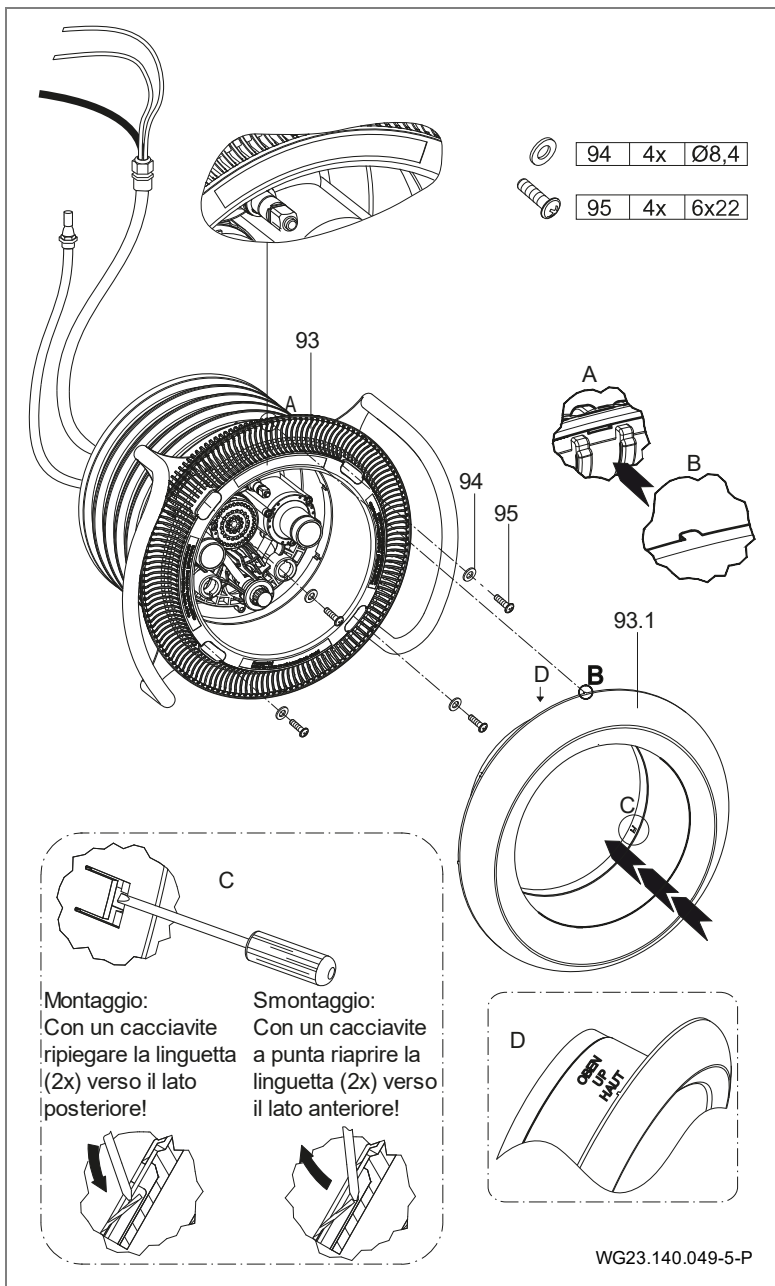
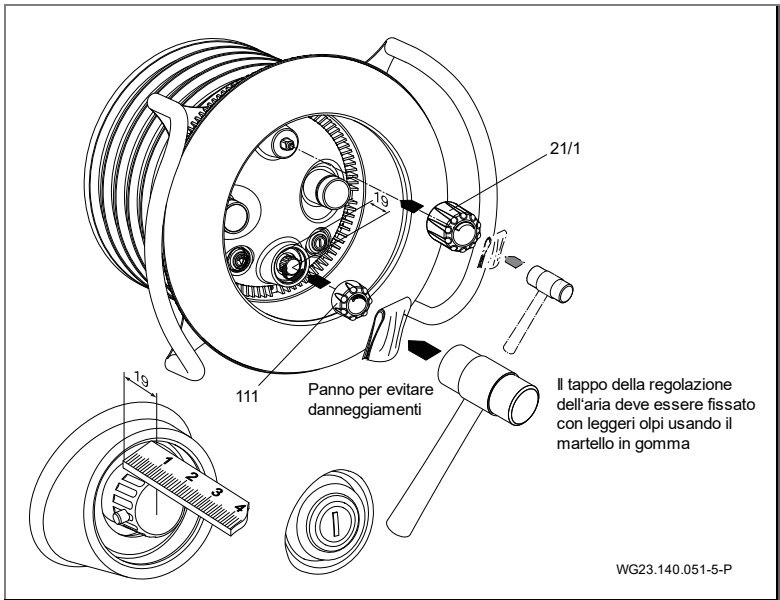

Fig. 19
Fig. 21
7. Posizionare l'intero alloggiamento degli ugelli (102.1) sulla corpo da murare (1) e fissare le dieci viti autofilettanti premontate (61). (Fig. 19)
8. Primavera: Calzare rispettivamente un O-ring (37) sui pulsanti pneumatici (38/1; 38/2). Fissare i tubi flessibili pneumatici ai rispettivi pulsanti utilizzando allo scopo le fascette stringitubo (46). Inserire entrambi i pulsanti
Primavera Deluxe: Pressare con cautela i pulsanti piezoelettrici con due O-ring montati nelle relative sedi premontate sull'alloggiamento degli ugelli. Se necessario, utilizzare vaselina. (Fig. 19)
9. Applicare la copertura di aspirazione (93) sull'anello elastico (28) e fissarla con le quattro rondelle (94) e le quattro viti autofilettanti (95). (Fig. 19)
11. Centrale la copertura della luce (110) sull'alloggiamento degli ugelli (102.1) e fissarla con le quattro viti autofilettanti (112). (Fig. 21)
1. Sfilare il coperchio per la regolazione della portata (21/1) e dell'aria (111). Nella versione BADU JET Primavera Deluxe si deve allentare la vite senza testa prima di staccare il cappuccio. Vedere "Fig. 21".
2. Allentare le viti autofilettanti (112) e rimuovere la copertura della luce (110).
3. Piegare in avanti le due linguette della copertura di acciaio inox e rimuovere la copertura. Vedere "Fig. 19".
4. Allentare le viti autofilettanti (95) e rimuovere la mascherina/copertura di aspirazione (93) e il maniglione di sostegno (70).
5. In caso di necessità, allentare le viti autofilettanti (61). Rimuovere l'alloggiamento degli ugelli (102.1). Durante questa operazione tener conto del tubo dell'aria (4) che è fissato sul corpo da murare (1).
6. Svitare le viti (52). Rimuovere il maniglione di sostegno (70), l'anello elastico (28) e la guarnizione ad anello elastico (27).